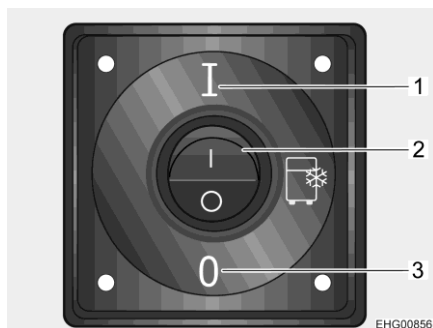

Bild 54 Strömbrytare kylbox
- Ställ vippkontakten (Bild 54,2) i läge I (Bild 54,1).
- Ställ vippkontakten (Bild 54,2) i läge 0 (Bild 54,3).